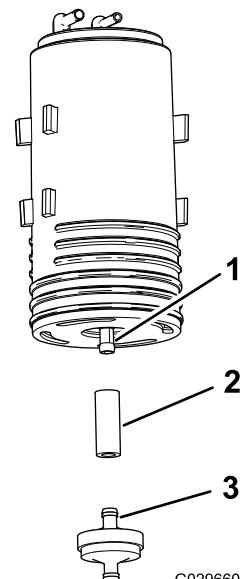

**Bild 45**
3. Heben Sie den Aktivkohlefilter aus der Aktivkohlefilter-Befestigung im Kraftstofftank (Bild 45).
7. Setzen Sie den neuen Aktivkohlefilter in die Aktivkohlefilter-Befestigung des Kraftstofftanks; die Anschlussstücke „Purge“ und „Fuel Tank“ müssen nach hinten ausgerichtet sein (Bild 45).